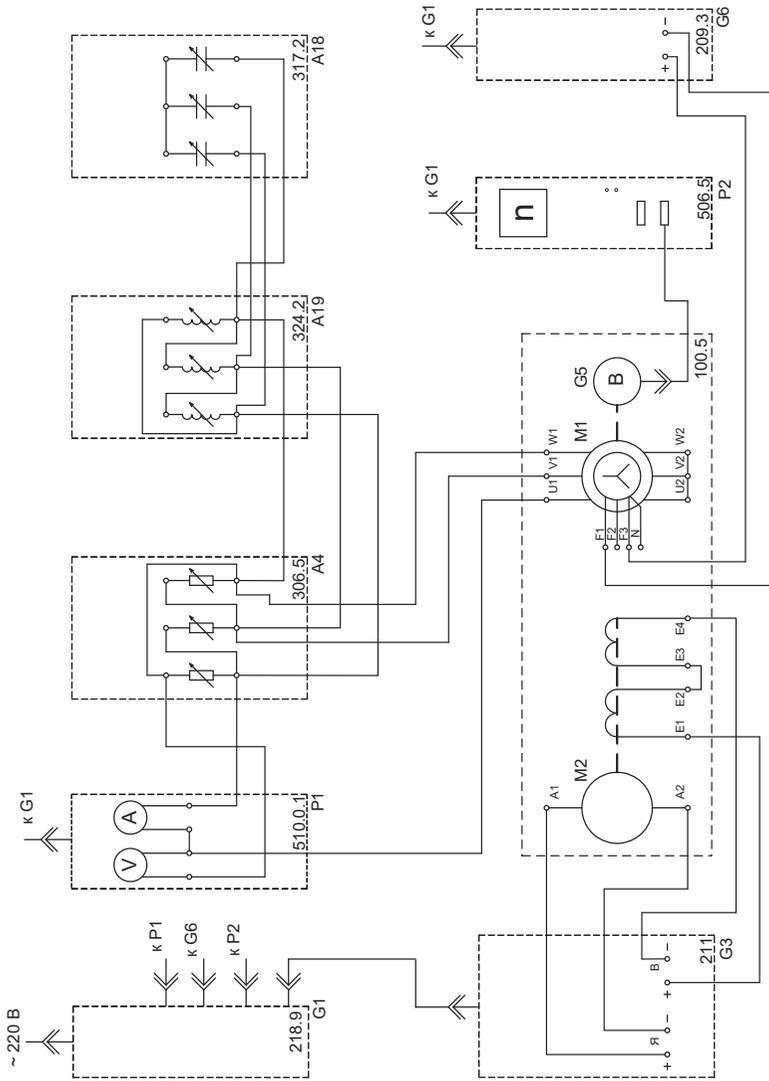

Рис. 5.3
- Соедините аппаратуру в соответствии с электрической схемой, приведенной на рис. 5.3.